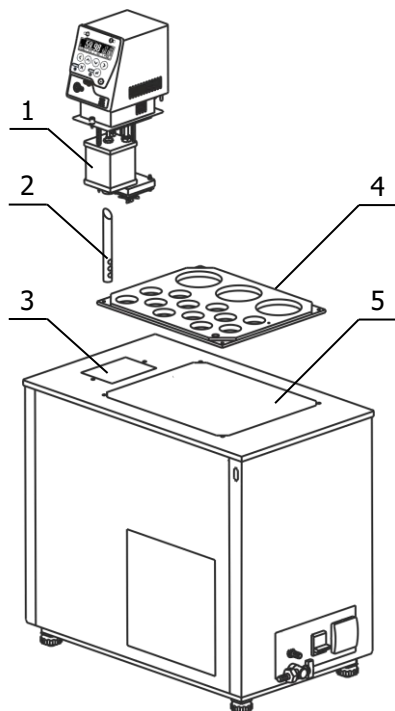
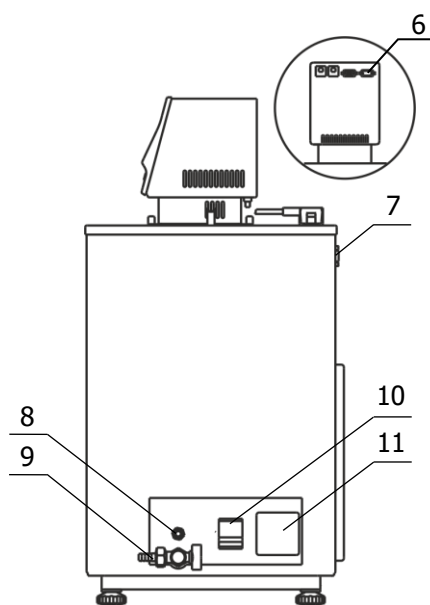

Рисунок 3 — Установка блока регулирования
Рисунок 5 — Боковая панель термостата
2.2.3 Выходную трубку насоса 2 (рисунок 3) вставить косым срезом до упора в резервуар 1 так, чтобы выходные отверстия трубки были направлены на переднюю стенку внутренней ванны, как показано на рисунке 4, и зафиксировать трубку винтом. Такое положение выходной трубки обеспечит эффективное перемешивание теплоносителя.
2.2.5 К переливному штуцеру 8 (рисунок 5) присоединить гибкий шланг, второй конец которого опустить в емкость для сбора излишков теплоносителя объемом 1.5–2 литра.
2.2.6 Заполнить ванну термостата теплоносителем через отверстие над рабочей зоной 5 (рисунок 3) до момента начала слива теплоносителя из переливного штуцера 8 (рисунок 5). Температурный диапазон применения теплоносителя должен соответствовать значениям, указанным в 1.2.6.
2.2.7 Вставить вилку сетевого кабеля блока регулирования в розетку 11 (рисунок 5). Соединить кабелем из комплекта поставки блок регулирования (разъем 6) и холодильную машину (разъем 7). Сетевой кабель термостата подключить к питающей сети напряжением 220 В. Для этого в лабораторном помещении должна быть установлена электрическая розетка из комплекта поставки термостата.
2.2.8 Автоматический выключатель 10 (рисунок 5) перевести в положение «включено».
Причина отсутствия перемешивания — неправильная работа насоса, вызванная воздушной пробкой, образовавшейся в резервуаре 1 (рисунок 3). Для ее устранения необходимо:
2.2.10 Установить крышку 4 (рисунок 3) над рабочей зоной и закрепить винтами из комплекта поставки.
2.3.5 Надеть сливной шланг из комплекта поставки на сливной кран 9 (рисунок 5) и закрепить его хомутом. Свободный конец шланга опустить в емкость для сбора теплоносителя объемом, превышающим объем термостата.